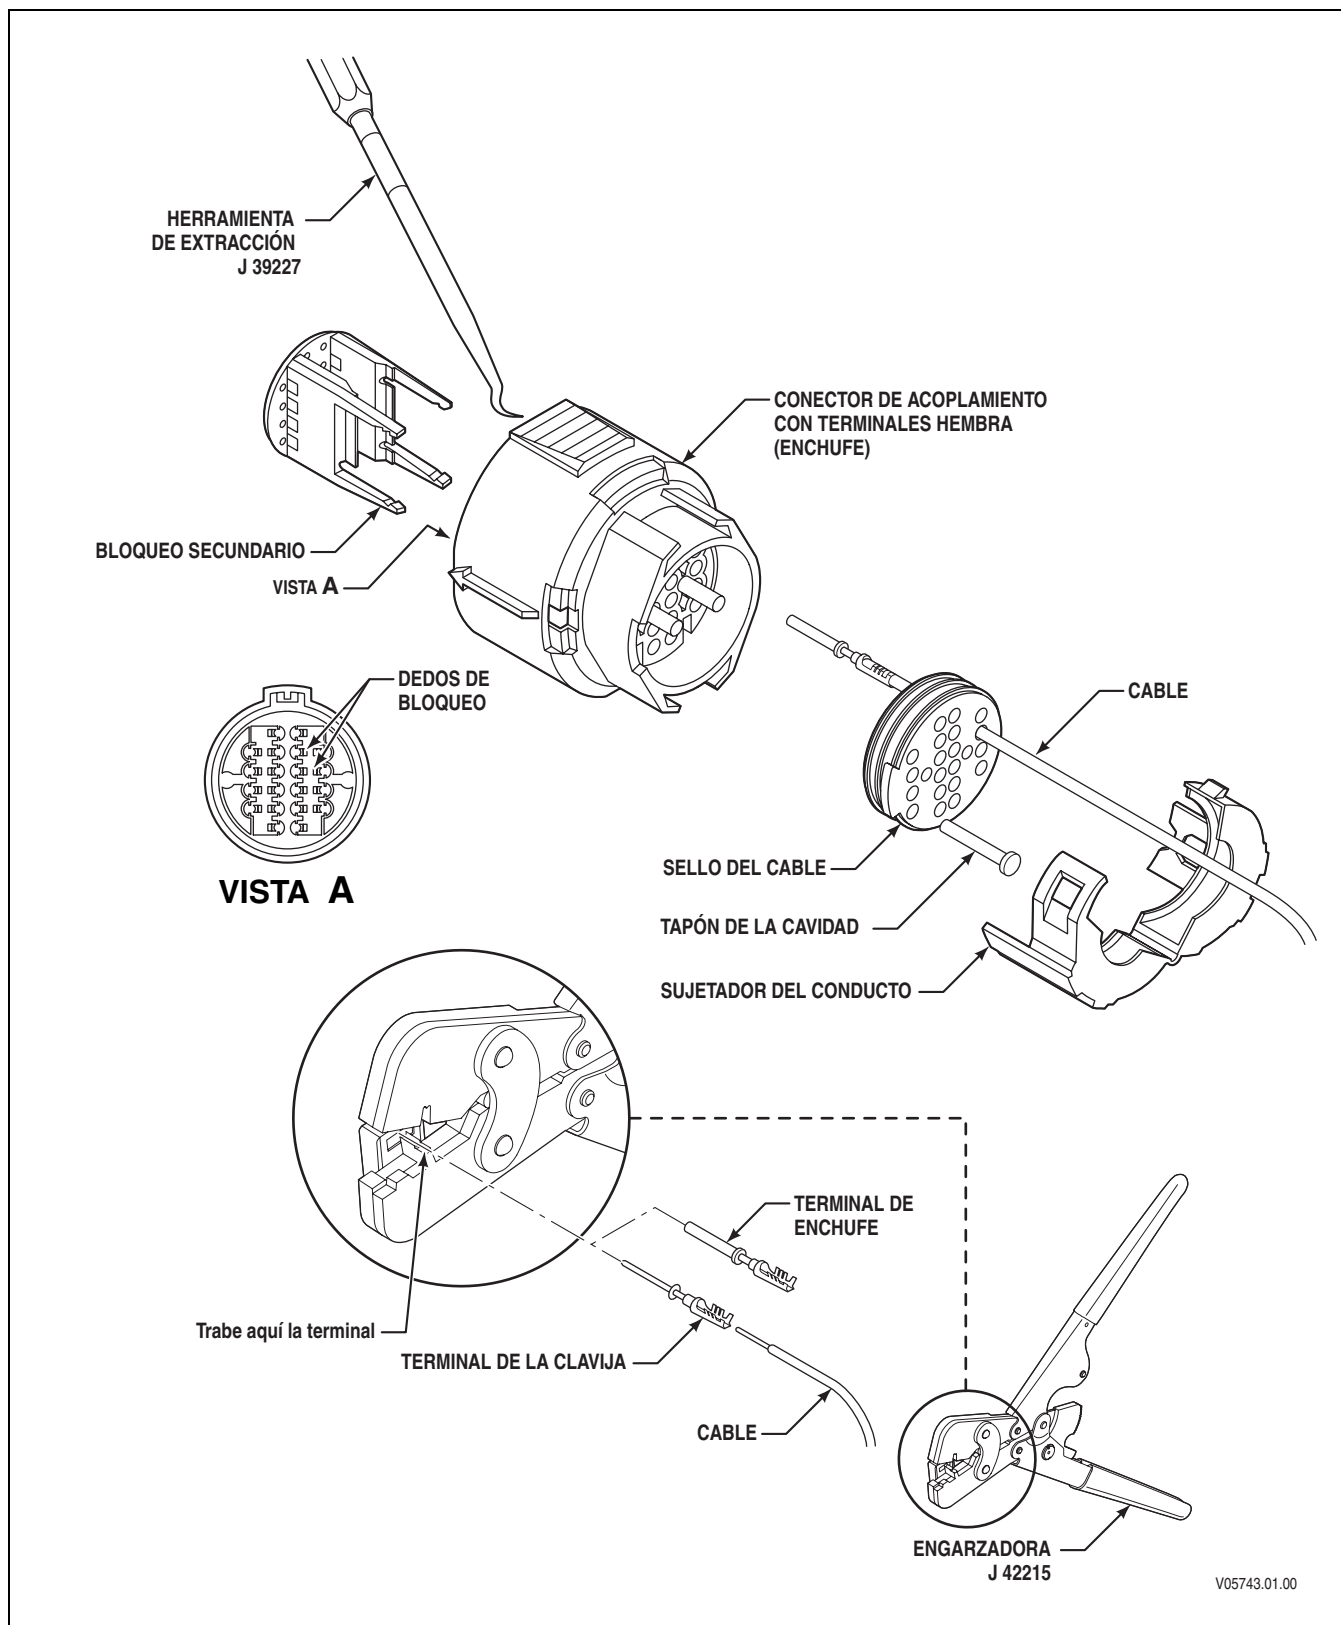

Figura E-4. Conector Micro Pack 100W Delphi-Packard (conector principal de la transmisión)
A. Reparación de los conectores/terminales (consulte la Figura E-4)
B. Desinstalación de la terminal—conectores principales de la transmisión (consulte la figura E-4)